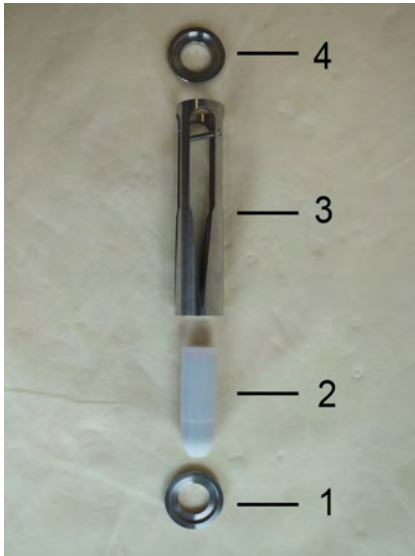

Abb. 46: Innenteile
- 6.** ➤ Zentrierscheibe (Eingang) (Abb. 46/1), Schwebekörper (Abb. 46/2), Schlitzdüse (Abb. 46/3) und Zentrierscheibe (Ausgang) (Abb. 46/4) als Innenteile des Strömungswächters